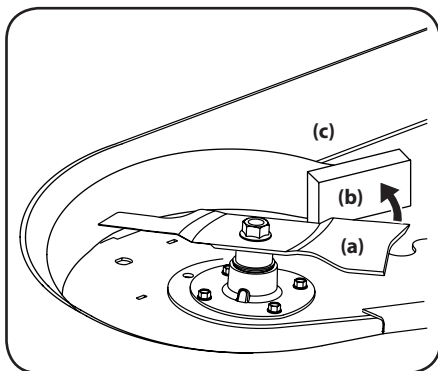

Figure 4-18
3. Enveloppez un chiffon autour de la lame (a) et retenez la lame (a) pour l'empêcher de tourner, ou immobilisez la lame (a) en plaçant un morceau de bois (b) entre la lame (a) et le boîtier du plateau de coupe (c). Voir Figure 4-18.